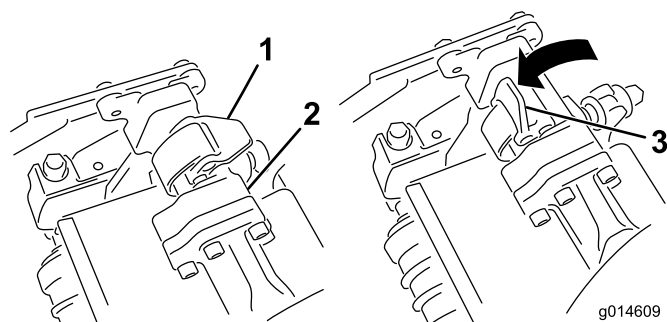
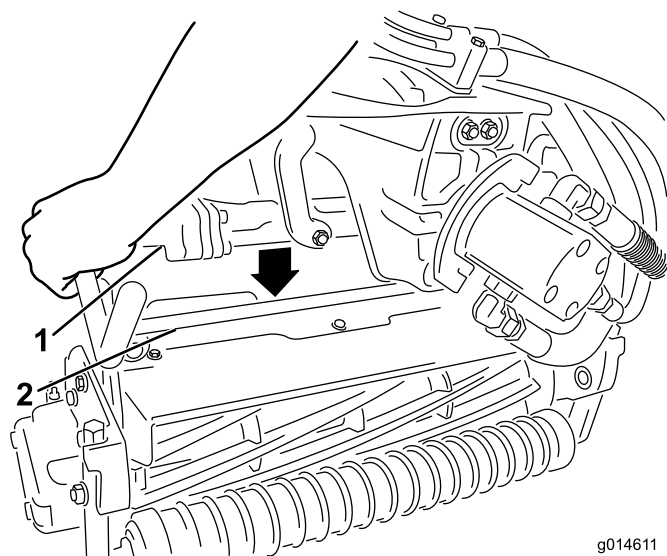

Figura 33
Figura 34
3. Com os fechos na barra do braço de suspensão a apontar para cima (i.e. abertos) (Figura 33), empurre o braço de suspensão para baixo de forma a que a barra passe pela barra através da parte superior da unidade de corte (Figura 34).
4. Feche os fechos para baixo e em redor da barra da unidade de corte e bloqueie-os no sítio (Figura 33).
4. Abra os fechos na barra do braço de suspensão da unidade de corte que está a remover (Figura 33).